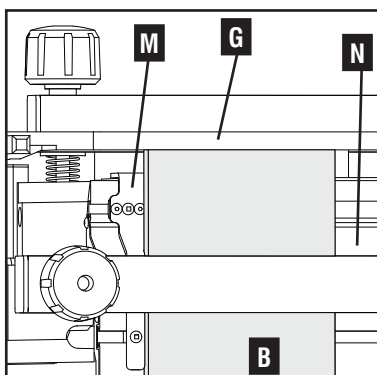

Fig. H11
10. Repositionner la planche à tenonner pour qu'elle affleure l'embase de l'appareil (N), le gabarit (G) et le guide de coupe gauche (M), comme montré à la fig. H11.